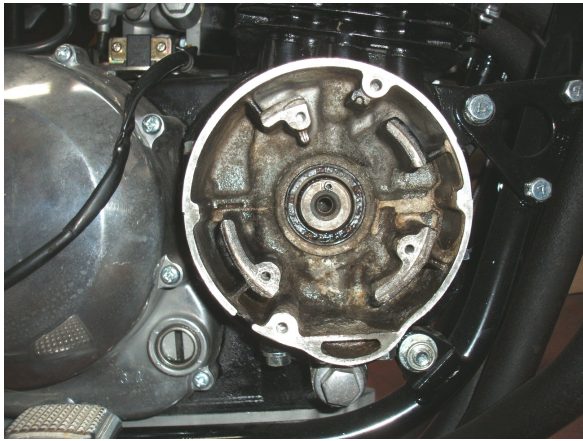

図1、ポイント／ガバナを外した状態
- ①エンジン右ポイントカバーを外し、ポイント(プレート共)又はノーマルピックアップコイル、及びガバナを外して下さい(図1)。